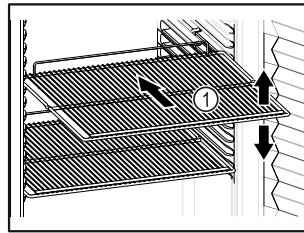

Fig. 60 Voorbeeld
- Indien de legroosters Fig. 60 (1) verplaatsbaar zijn, deze aan de hoogte aanpassen.